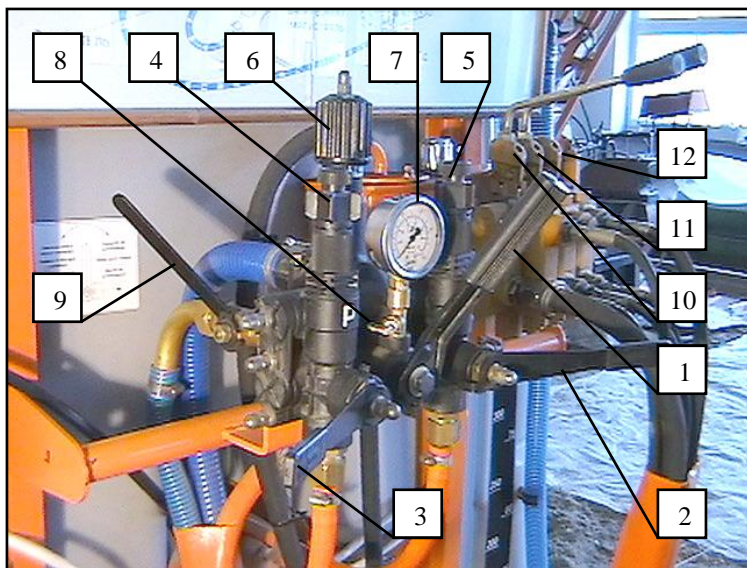

Рис. 9. Пульт управления и регулирования потоков жидкости MASTERFLOW с краном включения мешалки: 1 – переключатель «работа-заправка»;
Пульт управления MASTERFLOW. Имеет сборный корпус клапанов, регуляторов и переключений. Центральная рукоятка 1 (рис. 9) имеет положения «З» – заправка, или «Р» – работа. Боковые рукоятки 2 и 3 служат для открытия (вниз) или закрытия (горизонтальное положение) подачи рабочей жидкости в правую и левую секции штанги. Регуляторы 4 и 5 связаны с устройствами стабилизации давления при включении или отключении отдельных секций штанги. Основной регулятор 6 служит для установки требуемого рабочего давления, контролируемого манометром 7 (при открытом кране 8).
Кран включения мешалки (рис. 9, поз. 9). Через этот кран поток смеси химикатов направляется в штангу, либо в мешалку. После наполнения бака и заправки химикатов следует запустить вал отбора мощности по дороге от места смешивания к месту работы, а рычаг крана 9 установить в положение «Перемешивание». В этом положении вся смесь будет перемешиваться в опрыскивателе. Для начала распыления рычаг 9 устанавливается в положение «Опрыскивание». В этом положении проток жидкости будет направлен к штанге.
- рычаг 1 (рис. 9, поз. 11): опускает и поднимает правую секцию штанги;
- рычаг 2 (рис. 9, поз. 11): опускает и поднимает раму штанги;
- рычаг 3 (рис. 9, поз. 12): опускает и поднимает левую секцию штанги.